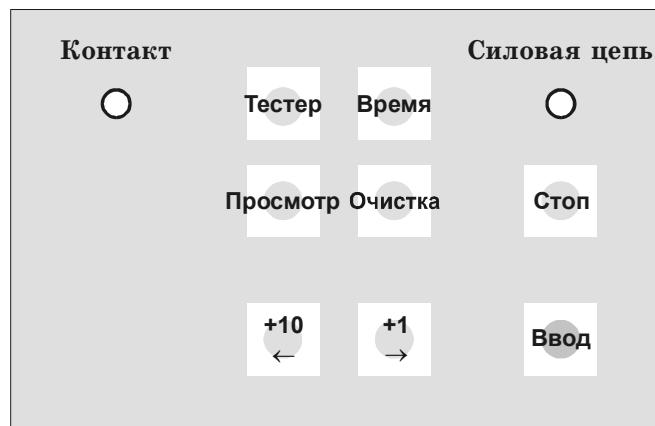

Рис. 2. Клавиатура блока регулировочного.
6.2.2. Управление работой установки, выбор режима и задание параметров осуществляется с помощью клавиатуры блока регулировочного (рис. 2).